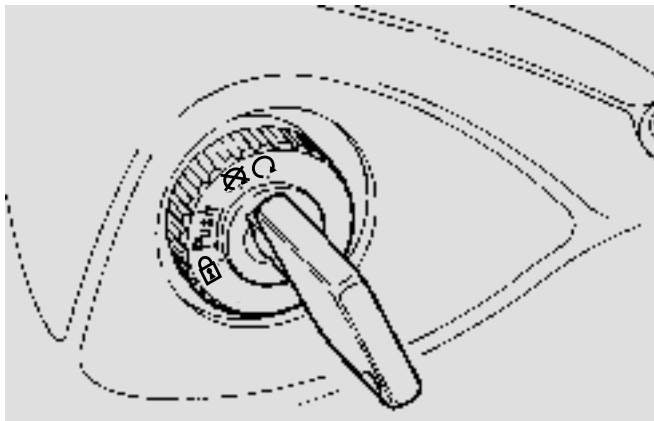

Fig. 24
- ◆ Positionner sur "⊗" l'interrupteur d'allumage (Fig. 24).